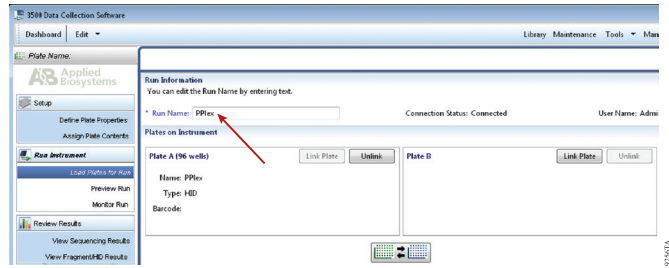

图11 为进样板命名
18. 在“Run information”的窗口中(见图11)，为该进样板命名，然后点击“Start Run”。